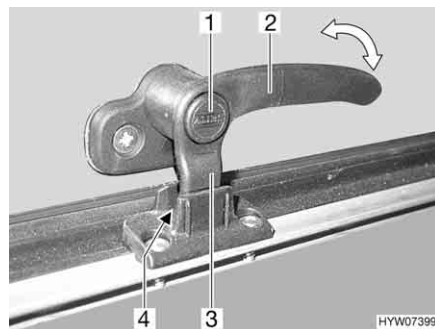
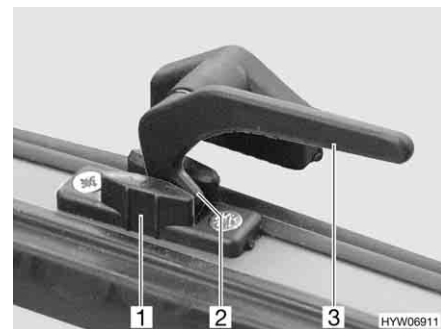

Bild 105 Verriegelungshebel mit Sicherungsknopf in Stellung "Dauerbelüftung"
Bild 106 Verriegelungshebel in Stellung "Dauerbelüftung"
- in Stellung "Dauerbelüftung" (Bild 105 und Bild 106)
- Wenn vorhanden, Sicherungsknopf (Bild 105,1) drücken und gedrückt halten.
- Den Verriegelungshebel (Bild 105,2 oder Bild 106,3) eine viertel Umdrehung zur Fenstermitte hin drehen.
- Den Verriegelungshebel wieder zurückdrehen. Die Verriegelungsnase (Bild 105,3 oder Bild 106,2) am Verriegelungshebel dabei in die Aussparung der Fensterverriegelung (Bild 105,4 oder Bild 106,1) einfahren.
- Wenn vorhanden, Sicherungsknopf (Bild 105,1) loslassen.